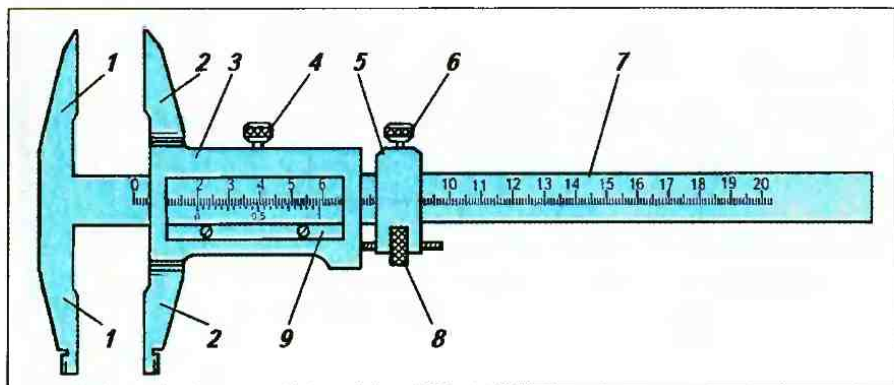

Рис. 37
- определите тип штангенциркуля, изображенного на рис. 37;